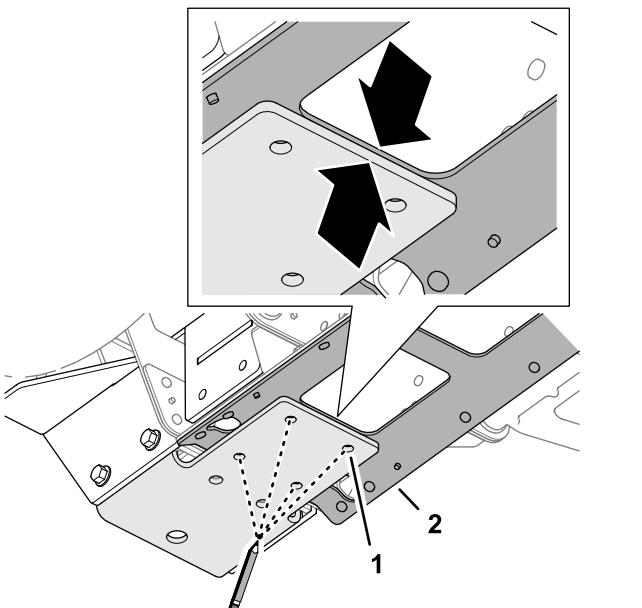

Figure 50
3. Alignez le bord à l'extrême arrière du support inférieur et le bord de l'ouverture d'accès dans le profilé central (Figure 50).
4. Repérez l'emplacement des 4 trous du support inférieur sur le profilé central, comme montré à la Figure 50.